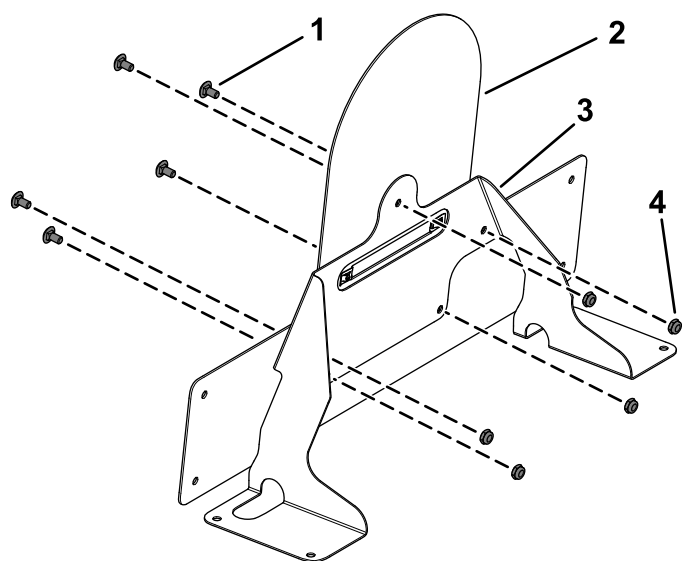

Figura 27
7. Fissate il supporto della piastra dell'adesivo del limite di velocità sulla lastra metallica utilizzando 5 bulloni a testa tonda (1/4" x 1/2") e 5 dadi di bloccaggio (1/4"), come mostrato nella Figura 27.